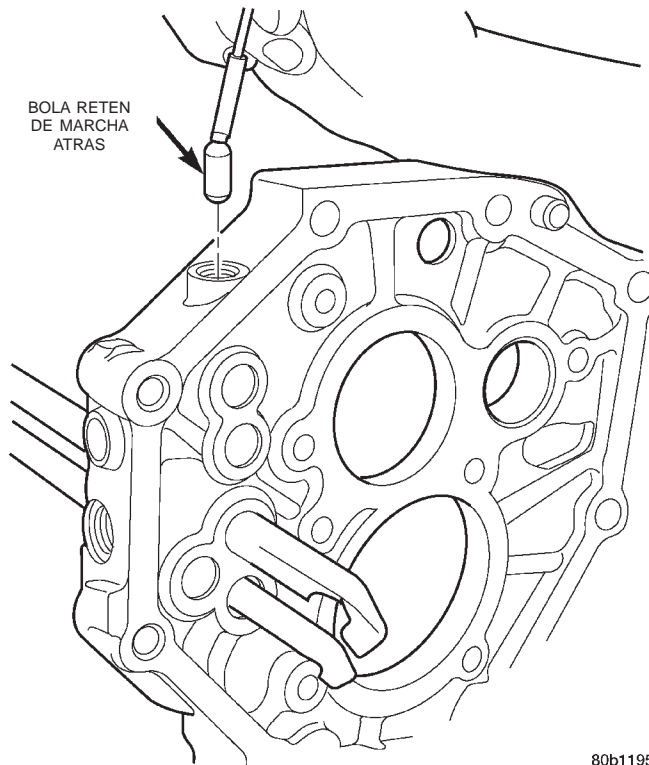

Fig. 78 Instalación de la bola retén de marcha atrás
(5) Instale el anillo de muelle en la corredera de cambios 3-4.
(6) Instale la bola retén de marcha atrás en la placa intermedia (Fig. 78).